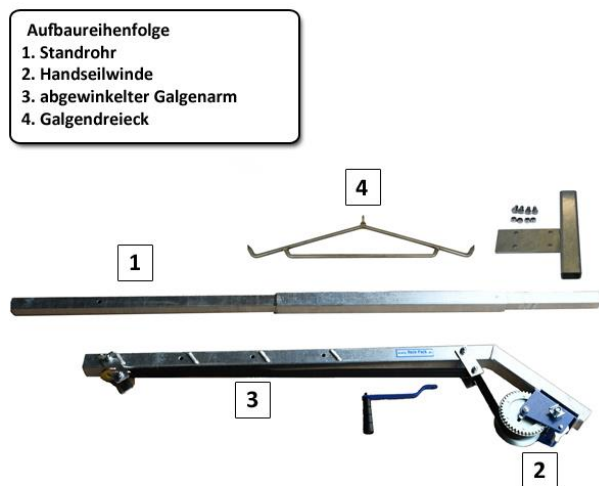

Abbildung 2
2. Zusammenbau des Wildgalgens am Fahrzeug (Abbildung 2+3)
- Durch das Führungsrohr des neu montierten Galgenadapters wird zuerst das gerade Standrohr (1) gesteckt. Das längere dünne Ende des Standrohrs zeigt hierbei Richtung Boden.
- Anschließend wird auf das Standrohr der abgewinkelte Galgenarm (3) mit der montierten Winde (2) gesteckt. Für diesen Arbeitsgang können Sie auch in den Heckträger steigen um den Galgenarm nicht zu hochhalten zu müssen.